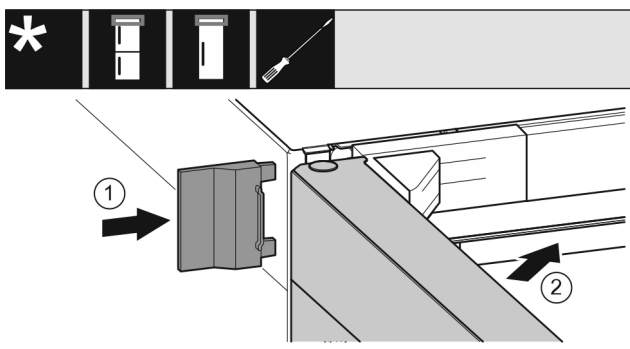

Fig. 29
- Vnější kryt Fig. 29 (1) nasuňte.
- Zavřete horní dveře Fig. 29 (2).